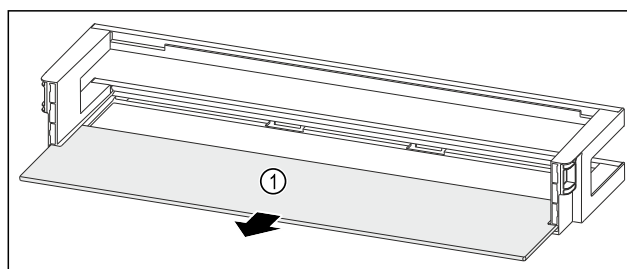

Fig. 229 Дверная полка со съемной полкой
- Извлеките съемную полку Fig. 229 (1).